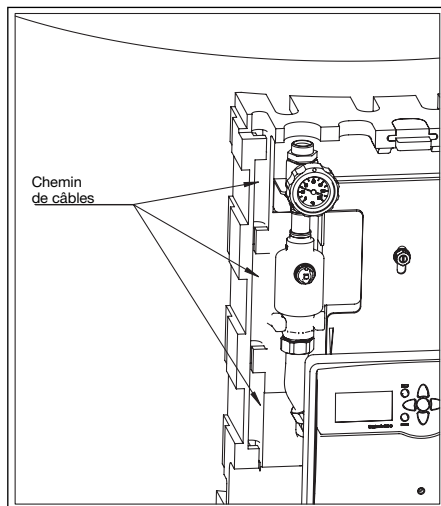

Fig. 22 Montage du chemin de câbles
- Poser les câbles du régulateur dans les chemins de câbles prévus à cet effet (fig. 22).